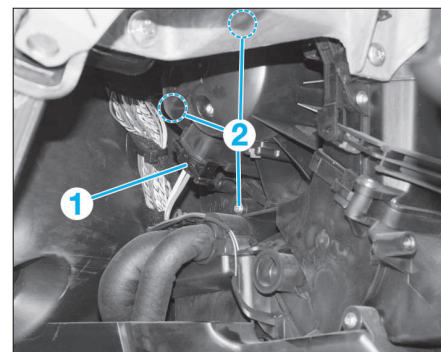

FIG. 16
- Débrancher le connecteur (1) (Fig. 16).
- Déposer les trois vis de fixation (2).